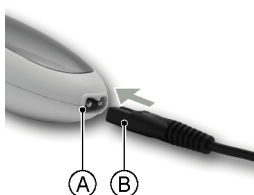

Figure 2 : recharge de la batterie de la tondeuse.
2. Insérer la fiche du bloc d'alimentation (Figure 2, B) dans la prise (Figure 2, A) de la tondeuse.
Lorsque la batterie est déchargée, la tondeuse pourra être utilisée avec le cordon d'alimentation directement branché dans la prise de la tondeuse (Figure 2).